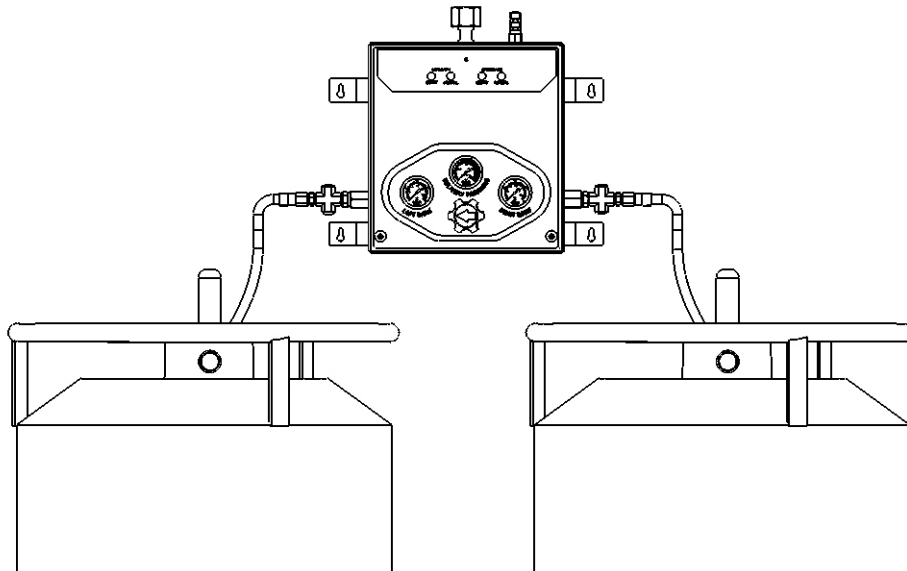
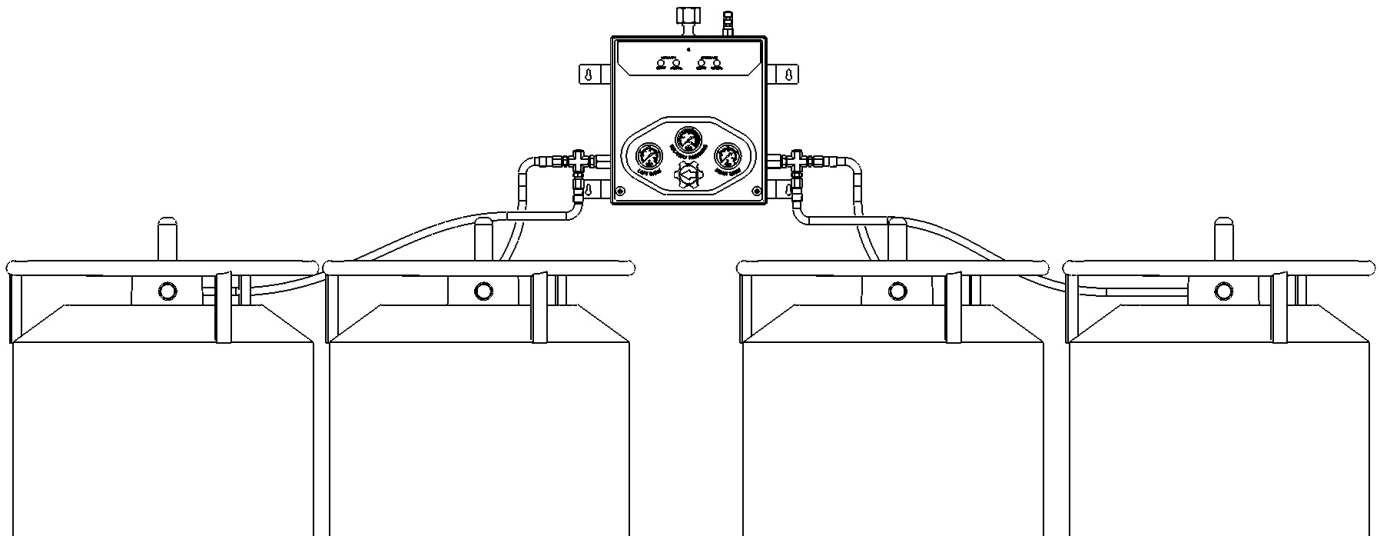

Figure 3
Figure 4
7. Si le système se compose d'une seule bouteille de chaque côté, reliez les bouteilles et les flexibles à l'adaptateur multi-port comme indiqué dans la figure 3. Si le système se compose de plusieurs bouteilles de chaque côté, reliez les bouteilles et les flexibles comme indiqué dans la figure 4.